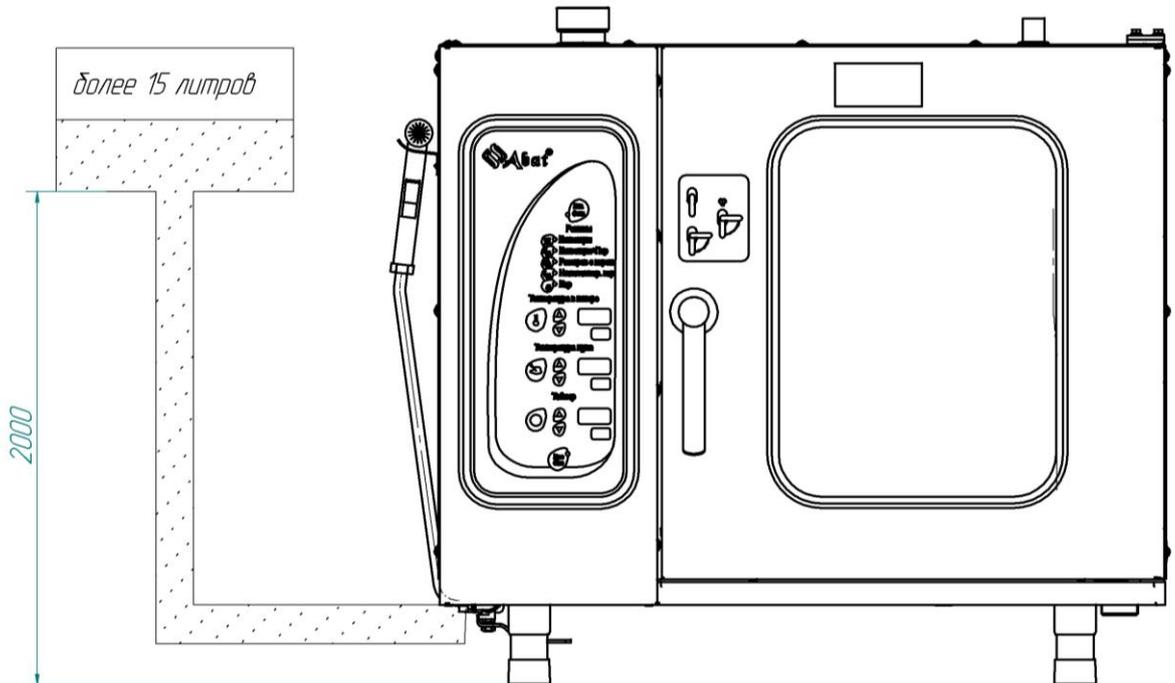

Рис. 5. Схема подвода воды
**Внимание!** При отсутствии централизованного подвода холодного водоснабжения допускается устанавливать емкость с кипяченой или очищенной через фильтр водой на высоте не менее 2 метров от плоскости ножек ПКА (см. рис.5). Для нормальной работы рекомендуем емкость не менее 15 литров. Для нормальной работы на режимах «Пар», «Конвекция + Пар» и «Разогрев с паром» рекомендуем контролировать уровень воды.